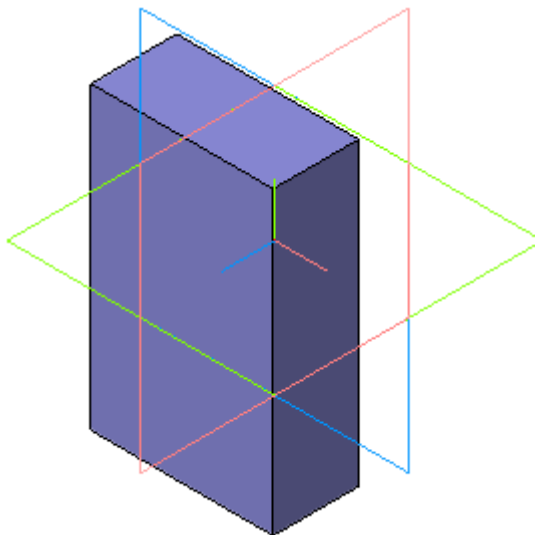

Рисунок 15.
- Нажмите кнопку Создать объект на Панели специального управления — будет построено основание детали (рис. 15).